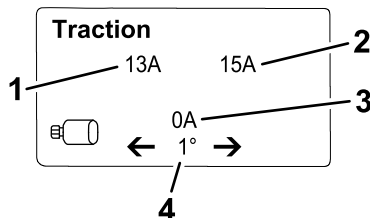

Figure 21
- **Écran d'information de déplacement** (Figure 21) : il indique l'angle de braquage actuel et l'intensité attribuée à chaque moteur de traction.